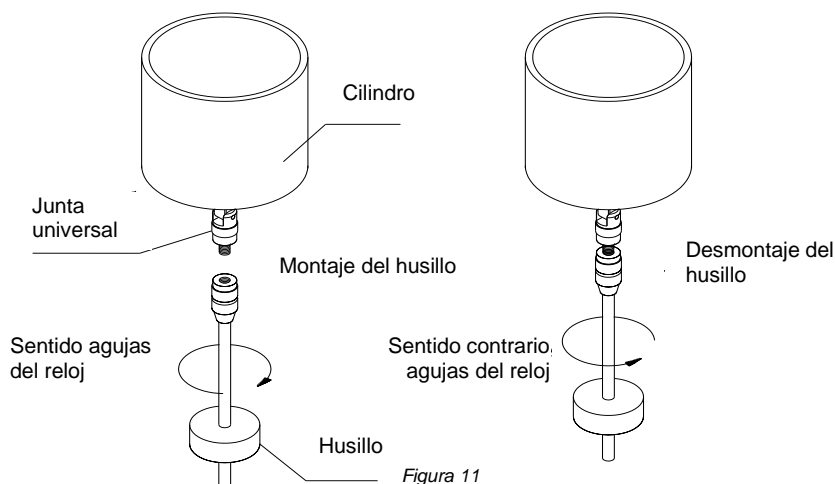

Figura 11
- Dado que el husillo y la junta universal están unidos por una rosca a la izquierda, el husillo debe montarse o desmontarse en el sentido de giro correcto (Figura 11), ya que de lo contrario se dañará la junta universal.